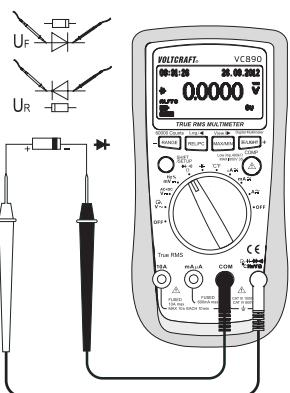

Fig. 6
- Allumez le DMM et sélectionnez la plage de mesure « Ω ». Appuyez sur la touche SHIFT/SETUP (3) jusqu'à ce que le symbole du test de diodes \blacktriangleright s'affiche à l'écran.
- Insérez le cordon de mesure rouge dans la douille de mesure °CHzVΩ (7), le cordon de mesure noir dans la douille de mesure COM (8) (Fig. 6).
- La tension de conduction « UF » s'affiche à l'écran en volts (V). Si « .OL » est visible, la diode est soit mesurée en direction inverse (UR) soit défectueuse (interruption). En guise de contrôle, effectuez une mesure antipolaire.